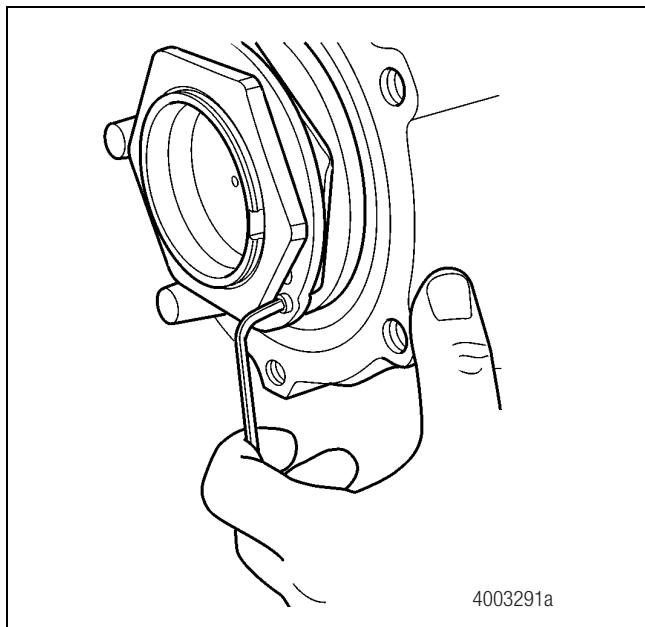
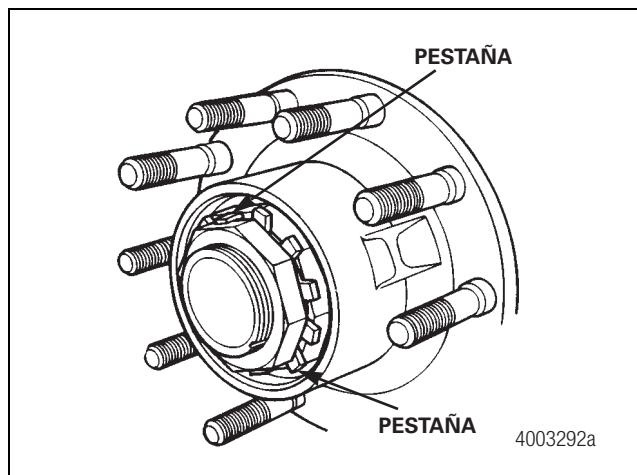

Figura 10.10
Figura 10.11
- Con una llave Allen apriete el tornillo de fijación en la arandela de presión hasta que quede bien asentado. Figura 10.10. Si el eje cuenta con la arandela de presión de pestañas flexibles, doble dos pestañas sobre las aletas opuestas de la contratuerca. Figura 10.11.